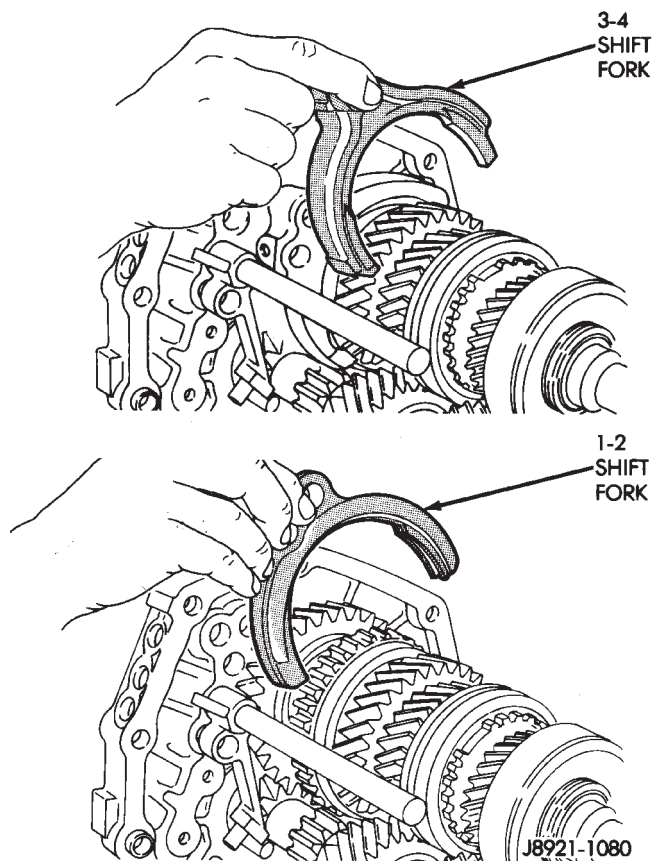

Fig. 50 Shift Fork Removal
(10) Remove 3-4 shift fork (Fig. 50).
(11) Remove 1-2 shift fork (Fig. 50).